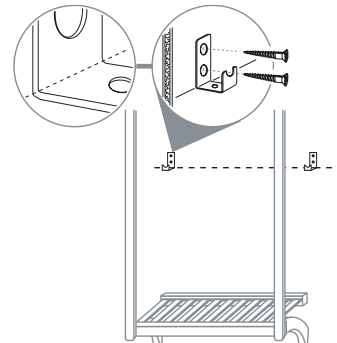

FIG. 9.1
- Aligner le dessous intérieur du crochet en L avec la ligne de niveau inférieure sur le mur et marquer la position des trous. Attacher (2) crochets en L au mur en utilisant les vis n° 8 de 1-1/2 pouces (Fig. 9.1). S'il n'y a pas de poteau mural, utiliser les dispositifs d'ancrage en plastique fournis.